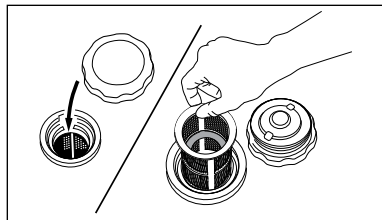

рис. 18
1. Снимите пластмассовый фильтр, расположенный под крышкой горловины топливного бака (рис. 18).